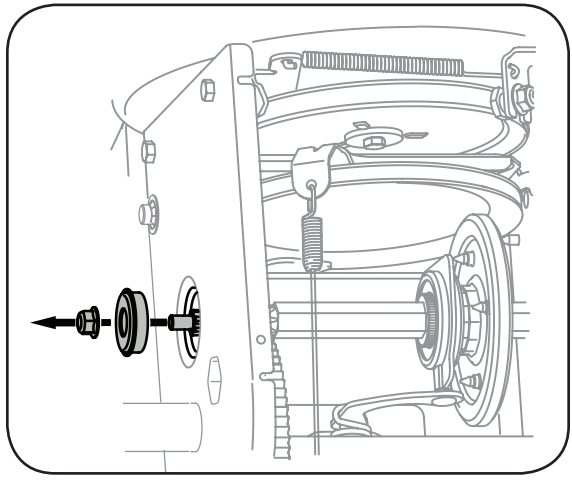

Figure 6-14
2. Retirez doucement l'écrin à six pans et la rondelle qui maintiennent l'arbre hexagonal sur le châssis de la souffeuse et frappez doucement sur l'extrémité de l'arbre pour décaler le roulement à billes du côté droit du châssis. Voir la Figure 6-14.